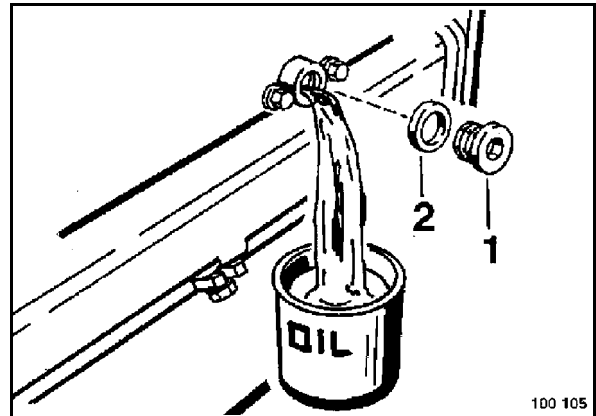

рис. 59
- Вывинтить сливную резьбовую пробку (1) (рис. 59) и уловить выходящее отработанное масло.
- Ввинтить сливную резьбовую пробку, снабдив ее новым уплотнительным кольцом (2).